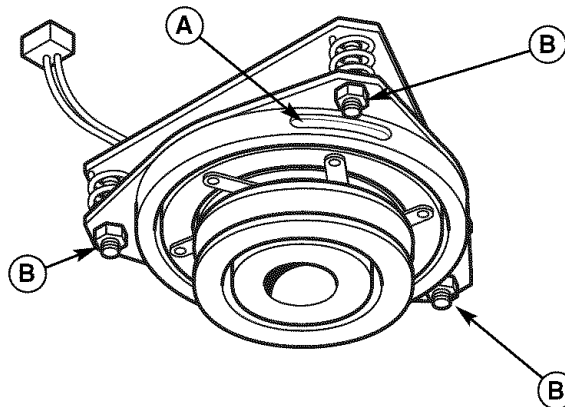

Figura 24. Ajuste del Embrague del PTO
2. Vea la Figura 24. Tome nota de la posición de las 3 ventanas de ajuste (A) en el lado del disco portafreno y las tuercas mecánicas de ajuste (B).